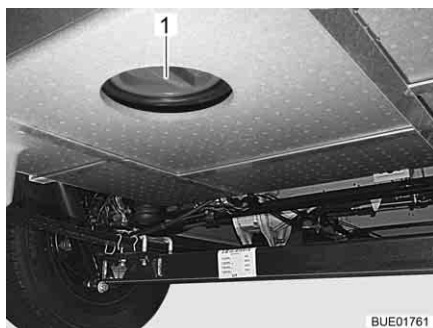

Fig. 268 Ouverture de nettoyage du réservoir d'eaux usées
- Ouvrir l'ouverture de nettoyage (Fig. 268, 1) du réservoir d'eaux usées et le robinet de vidange.